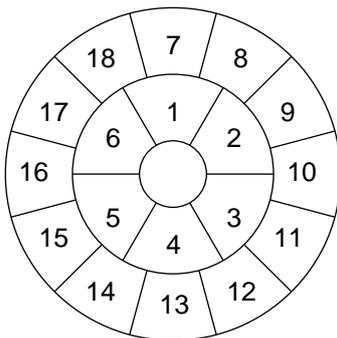
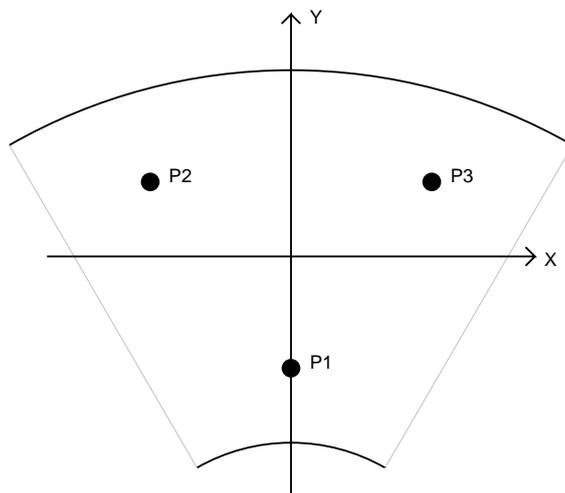

図 1: セグメント ID
図 3: セグメント概形
- セグメント ID (図 1; 1-18)
アクチュエーターの制御値は、':' で区切られた 3 つの値で構成され、それぞれ定数の固定バイアス、乱数をかけて加える固定バイアス、アクチュエーターを固定するかどうか、を示す。固定バイアスはシミュレーターのループ前に一度だけ初期化されるため、乱数値を指定しても、毎回のループで反映されるわけではない。3 つ目のアクチュエーターを固定するかどうかについてのフラグは、0 で制御に利用、1 で固定されることを示す。アクチュエーターの ID1-3 は図 3 で定義し、それぞれの位置は表 1 となる。
なお、以下で 1 行の中で一つのカテゴリ (アクチュエータ・ギャップセンサーなど) についての数値の並び順は、アクチュエーターでは図 1 および図 3 で定義されたアクチュエータ ID の順2 とし、ギャップセンサーについてはギャップセンサー定義ファイルでの定義順とする。